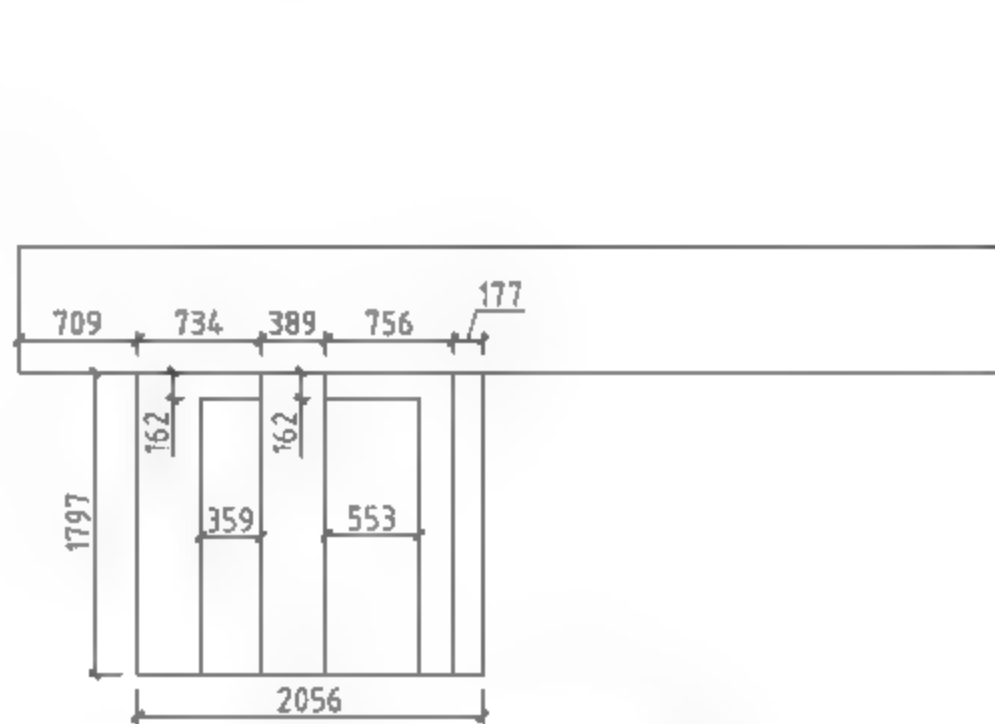

图10-7 修剪线路
- 04** 调用O【偏移】命令，向内偏移矩形边；调用TR【修剪】命令，修剪线段，完成线路的绘制，结果如图10-7所示。